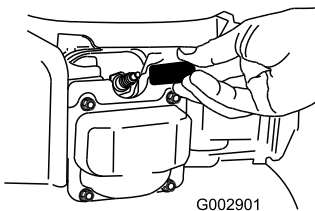

Figure 37
2. Débranchez le fil de la bougie (Figure 37) avant de procéder à un quelconque entretien.